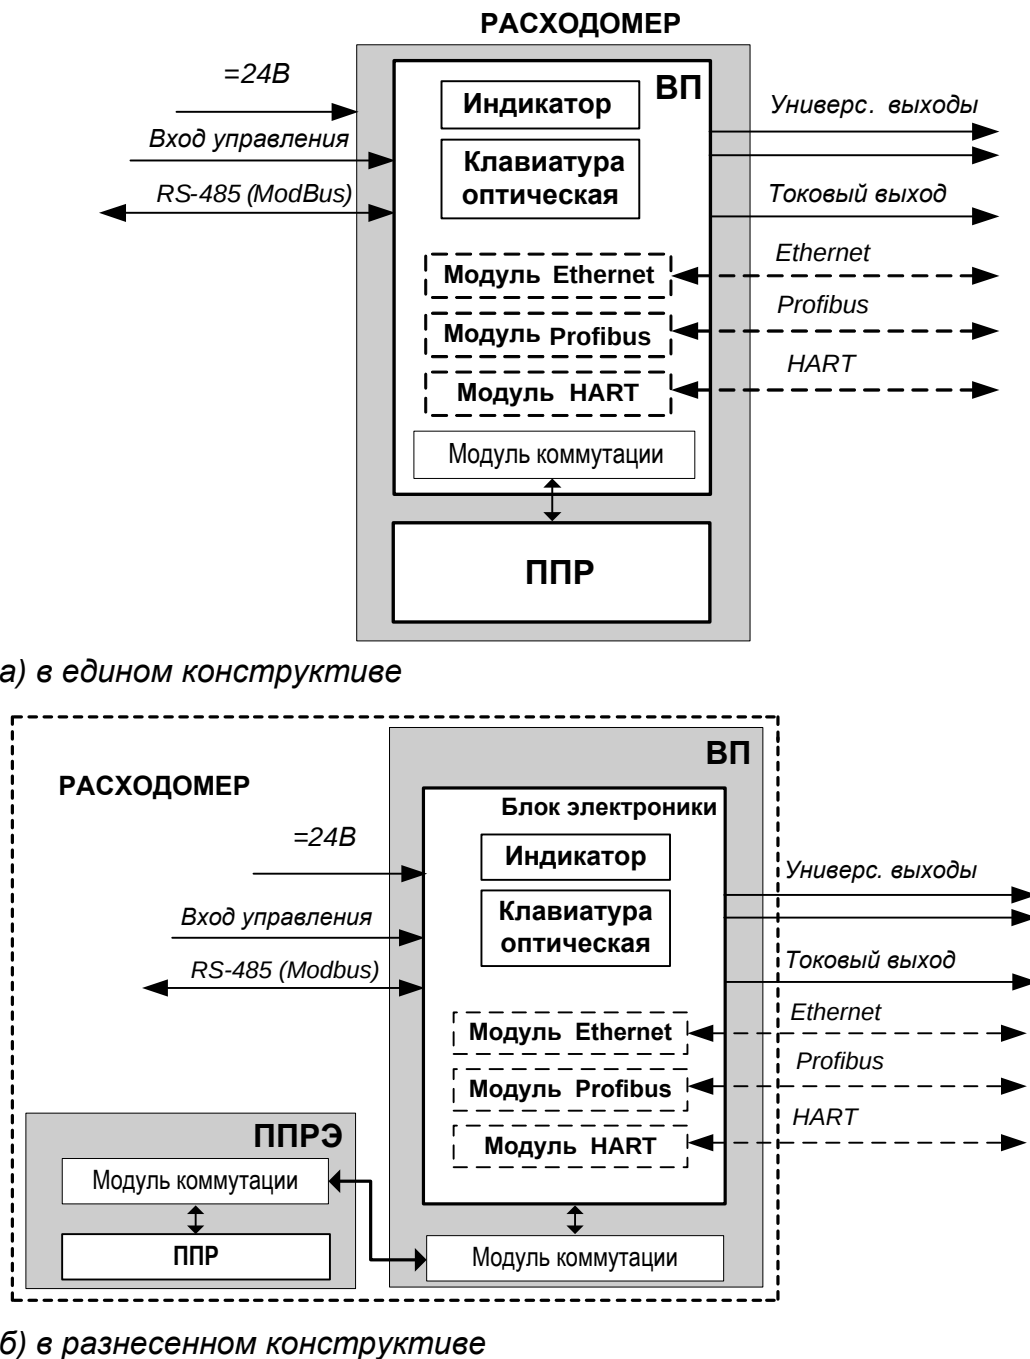

Рис.2. Структурная схема расходомера.
1.5.2.1. Расходомер состоит из первичного преобразователя расхода электромагнитного и вторичного измерительного преобразователя – микропроцессорного блока электроники с модулем коммутации. Структурная схема расходомера показана на рис.2.